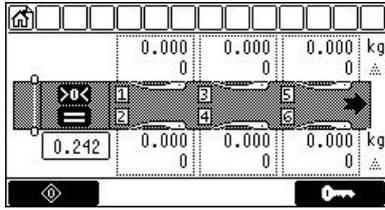

Рис. 9 Исходная страница; грейдер готов к работе.
**2** Если начальный тест прошел успешно и не появилось никаких предупреждающих иконок, на дисплее появляется Исходная страница, как на Рис. 9, с пустыми иконками в линейке иконок в верхней части дисплея. Грейдер готов к эксплуатации.